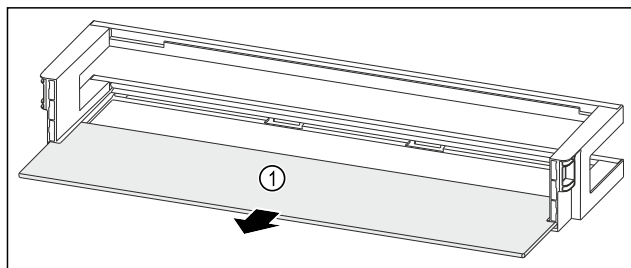

Fig. 121 Balconnet de contre-porte avec tablette de rangement
- Retirer la tablette de rangement Fig. 121 (1).